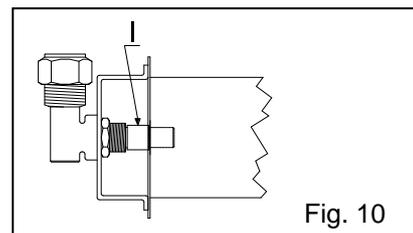

Fig. 10
5.3.2 Bruciatore principale (Fig. 10)